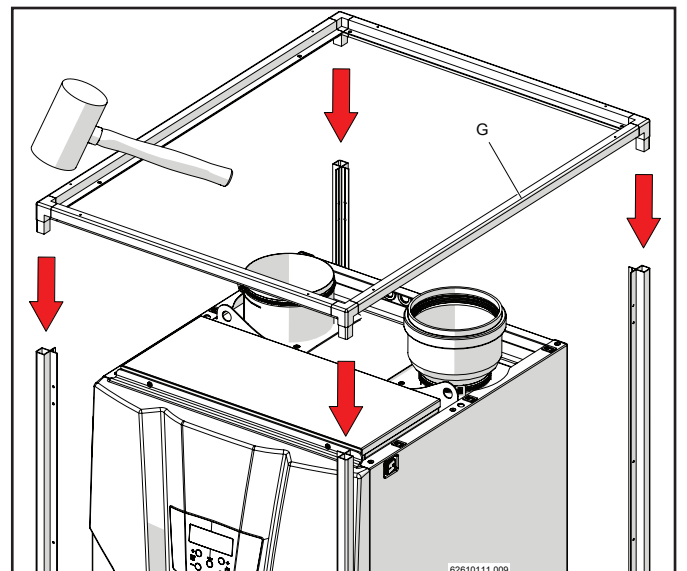

Figure 15-42
- 6.- Insérer le cadre supérieur "G" de la couverture extérieure avec un marteau caoutchouté (figure 15-42).